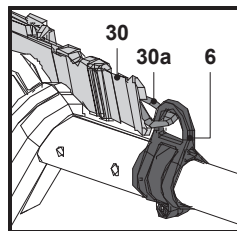

Rys. 20
1. Ułożyć uprząż (30) w taki sposób, aby przebiegała po lewym ramieniu, przecinając klatkę piersiową i plecy. Klamra mocująca (30a) musi znajdować się na prawym biodrze. System szybkiego wypinania (30b) musi znajdować się z przodu (rys. 20).